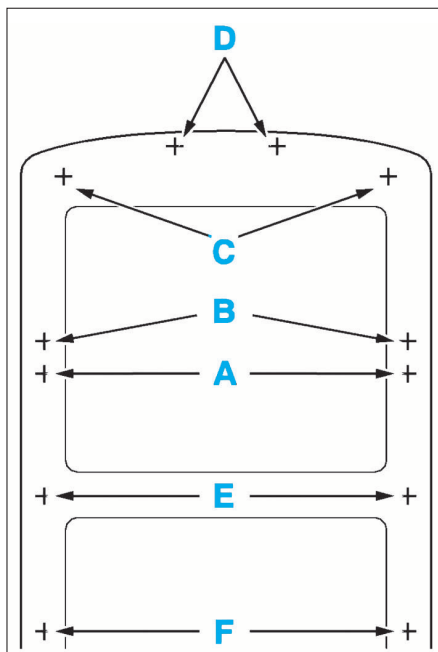

FIG. 74
- Effectuer un préserrage symétrique des écrous (3) (de (A) à (F)) (Fig.74).
- Serrer les écrous (3) à 0,75 daN.m (de (A) à (F)).